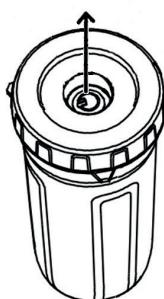

Fig 19
- Öppna silikonventilen på vakuumplocket för flaskan (13) för att frigöra vakuumpresset. Fig 19.